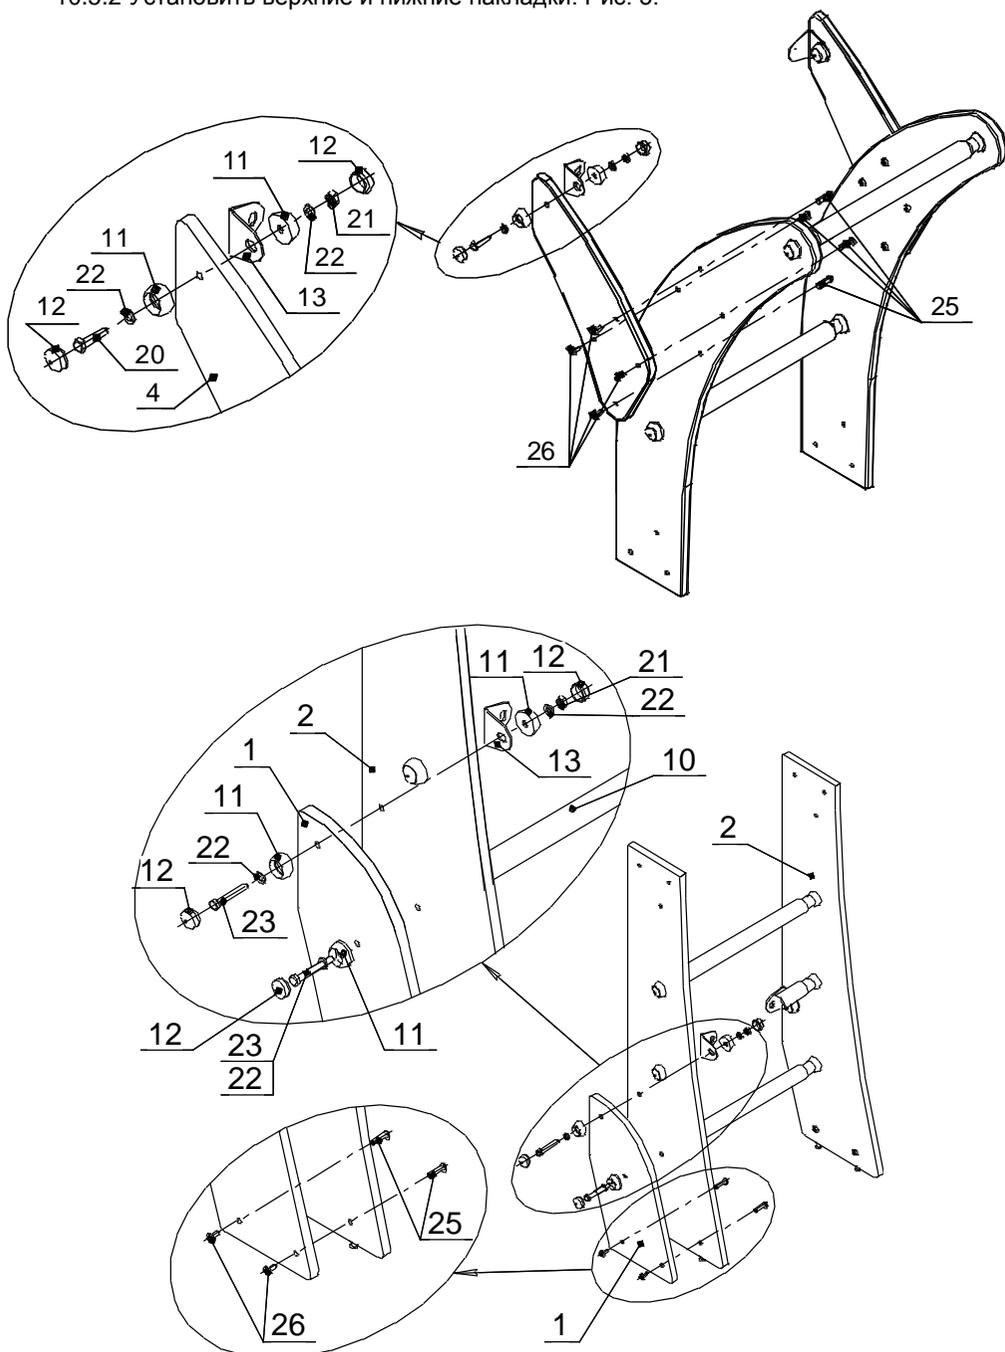

Рис. 3.
10.5.2 Установить верхние и нижние накладки. Рис. 3.